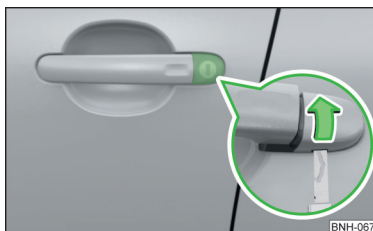

Abb. 256
- › Den Schlüssel in die Aussparung an der Unterseite der Abdeckung einschieben und die Abdeckung in Pfeilrichtung aufklappen » **Abb. 256**.